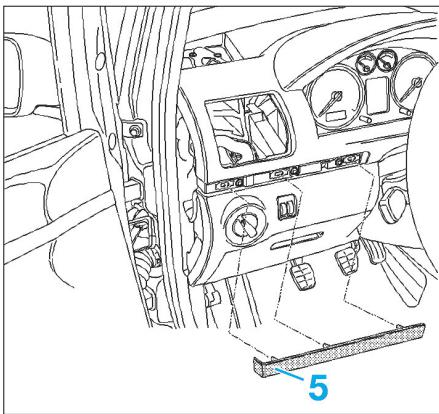

Fig. 7
- Extraire la conduite combinée rigide/flexible (5) du cylindre émetteur et l'obturer.
- Dégrafer l'enjoliveur (5) (Fig.7).